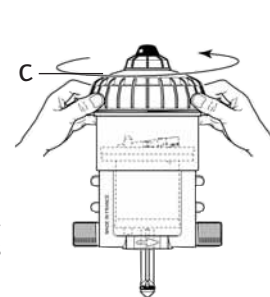

Abb. 19
- Den Deckel von Hand losschrauben (Abb. 19-C) und abnehmen.